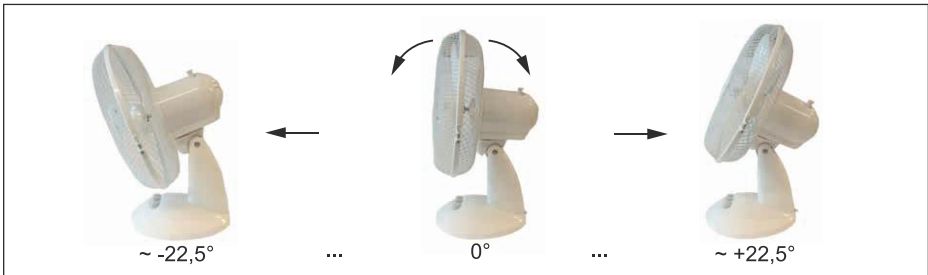

Fig.67: Hellingshoek instellen
4. *Kantel de ventilator in de gewenste positie van waaruit moet worden geventileerd. Zie afb. 67.*